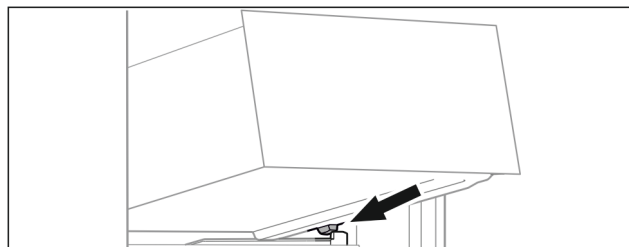

Fig. 64
- Applicare il cassetto inclinandolo dietro i fermi sulla nervatura del contenitore. (vedere Fig. 64)